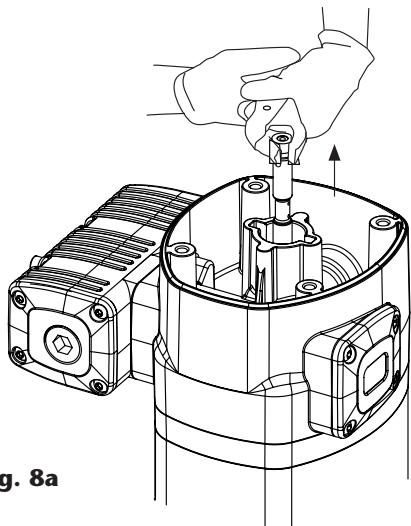
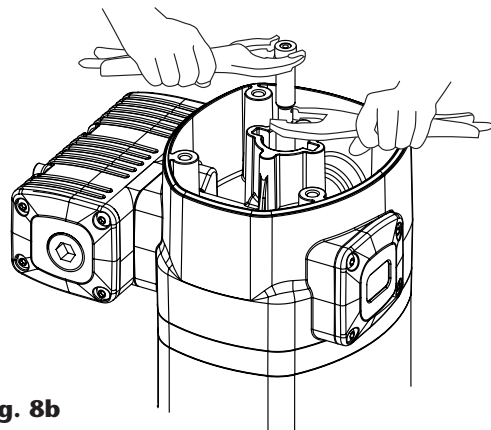

Fig. 8a
Fig. 8b
1. Desenrosque los cuatro tornillos (1) y quite la tapa (3).
2. Desenrosque el tapón inversor (4).
3. Con ayuda de una mordaza manual sobre el casquillo (5), tire hacia fuera del vástago (37) hasta que aparezca su rebaje central (fig. 8a). Después, con otra mordaza manual agarre el vástago (37) en dicha zona rebajada central para no dañar la superficie destinada al sellado y desenrosque el casquillo (5) (fig. 8b).
4. Deseche la tórica (6) y el aro (7), y use otros nuevos posteriormente al volver a montar.
5. Desenrosque los seis tornillos (56). Tire hacia arriba del cabezal motor (13) hasta liberarlo junto con la brida (34).
6. Quite el casquillo inversor (9). Sustituya las juntas (8) y (10) de este casquillo.
7. Desenrosque los cinco tornillos (35) y separe el cuerpo motor (13) de la brida (34). Extraiga la arandela (29) y sustituya la junta (8).
8. Retire el cilindro (48) sujetando con cuidado el émbolo (41).
9. Extraiga el pasador (65) del eje de conexión (66). Desenrosque el tornillo (63), la tuerca de conexión (64) y del eje de conexión (66). Extraiga el conjunto émbolo (41).
10. Retire el anillo de retención (57) y extraiga el casquillo (52).
11. Sustituya el collarín (51) (U hacia arriba).
12. Extraiga la junta inferior (40) del émbolo (41) (U hacia abajo) y sustituya la superior (40) (U hacia arriba). Introduzca el cilindro por la parte inferior hasta la ver la cajera inferior del émbolo. Coloque la junta (40) inferior del émbolo.
13. Vuelva a montar el conjunto en sentido inverso, aplicando fijador de rosca (Loctite 243) en los tornillos (35), (56), casquillo (5) y tapón inversor (4).